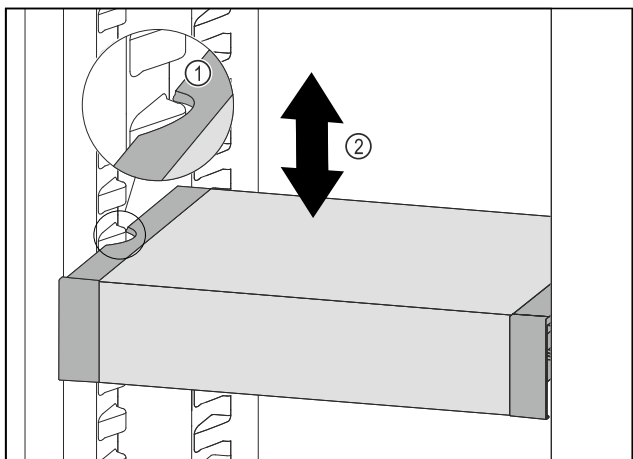

Fig. 129
- Trageți în față VarioSafe, până când degajările laterale ale VarioSafe se află la înălțimea nervurii recipientului din frigider. Fig. 129 (1)
- Mișcați în sus sau în jos VarioSafe în frigider, până când este atinsă înălțimea dorită. Fig. 129 (2)